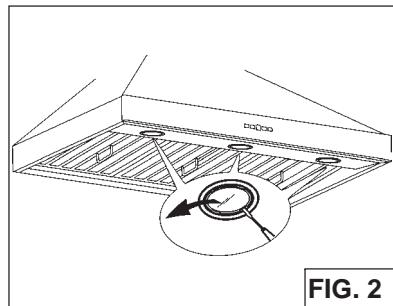

FIG. 2
1. 1. Ouvrez le couvercle en faisant levier sur les fentes prévues à cet effet (Fig.2).